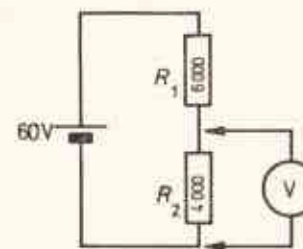

Abb. 10.2
12. In der Schaltung nach Abb. 10.2 soll die Spannung an R_2 mit Hilfe eines Vielfachinstruments $333 \Omega/\text{V}$ mit den Meßbereichen 3 V, 6 V, 30 V, 60 V, 300 V gemessen werden.